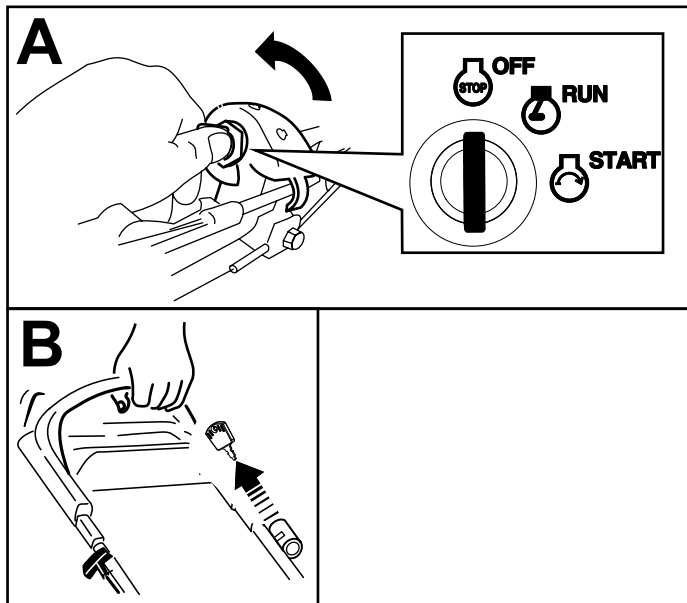

Figure 19
1. Tournez la clé de contact à la position ARRÊT (A de Figure 19).
2. Une fois le moteur arrêté, retirez la clé de contact et emportez-la avec vous quand vous quittez la machine (B de Figure 19).